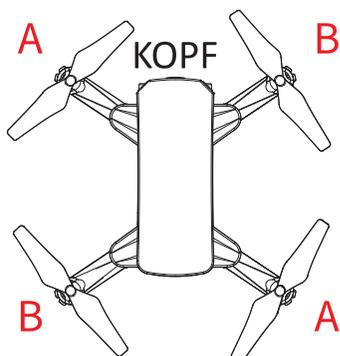

Bild 1
- ① Installieren Sie den Propeller gemäß der entsprechenden Position „A / B“ auf der Motorwelle. (Bild 1)